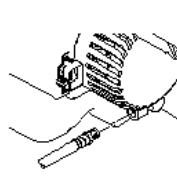

Fig. 2
2. Fixer le flexible d'air sur le compresseur de l'appareil d'application (fig. 2).